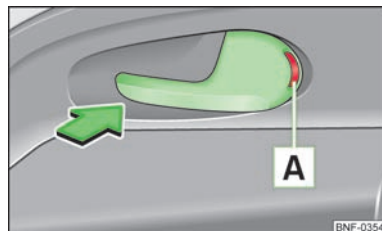

Fig. 11
- Tryk dørhåndtaget i pilens retning, så den røde markering **A** » Fig. 11 kan ses.
- Åbn døren ved en gang at trække dørhåndtaget modsat pilens retning » Fig. 11.